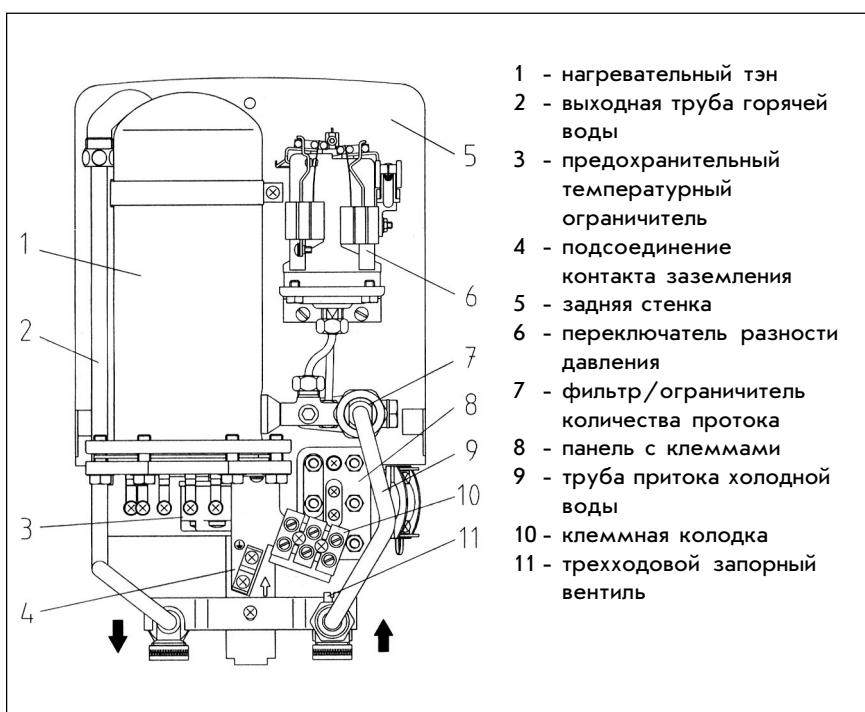

Рис. 3
- произвести электроподключение к клеммам согласно рис.5 и подключить клемму заземления (поз.4, рис.3).
- балансиры включения, установленные на переключателе разности давления, имеют транспортировочные предохранители в виде резиновых колец (поз.6 на рис.3). Кольца следует осторожно удалить (например ножом), не задевая при этом балансиры включения и контактные пружины.
- Перед демонтажем ограничителя протока (рис.3) прибор отключить от сети.